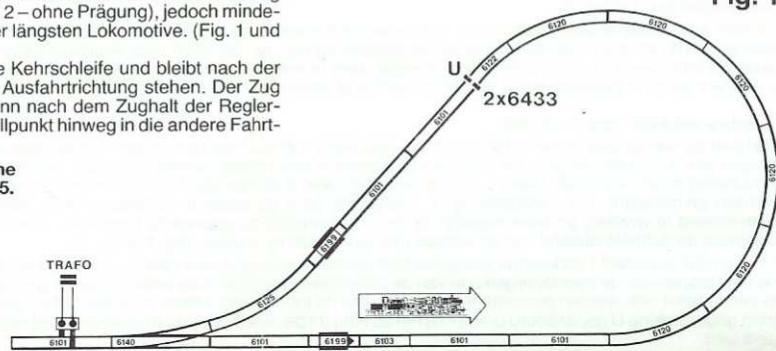
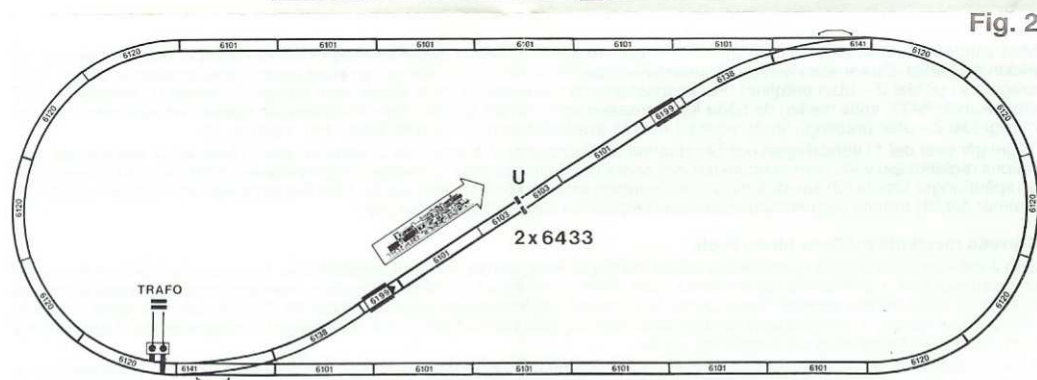

Fig. 1
Fig. 2
Die Funktionsgleise werden möglichst nahe an der Weiche eingebaut. Die Unterbrechung U, bestehend aus 2 Isolierschieneverbindern 6433, ist zwischen die beiden Funktionsgleisstücke zu setzen, und zwar möglichst nahe vor das in Ausfahrtrichtung befindliche Funktionsgleis (Teil 2 – ohne Prägung), jedoch mindestens im doppelten Abstand der längsten Lokomotive. (Fig. 1 und Fig. 2)
Using the reverse loop set 6199, it is possible to have reverse loops incorporated in Profi Track, without any extra wiring problems. It is only possible to run in one direction around the reverse loop, as the wiring of the operating tracks is pre-set for you. (Piece 1 – with raised white direction arrow / Piece 2 – without arrow). The two operating pieces of track should be inserted as near as possible to the points. The isolating break (U), consisting of 2 isolating rail joiners 6433, should be positioned closer to the second operating piece of track at the exit side of the loop (Piece 2 – without arrow), but at a minimum distance of at least double the longest locomotive. (Fig. 1 + 2).
Au moyen du Set 6199, il est possible de parcourir une boucle de retour sans obligation d'établir des cablagés électriques. Les boucles ne peuvent être parcourues que dans un seul sens. Celui-ci est indiqué sur les rails spéciaux (rail 1, avec flèche blanche / rail 2, sans indications). Les rails spéciaux doivent être incorporés le plus près possible des aiguillages. Le sectionnement U, composé de 2 éclisses isolantes 6433, doit être placé entre les 2 rails spéciaux et, si possible, assez près du rail spécial de sortie (rail 2, sans indications) en laissant toutefois entre eux une distance égale au double de la longueur de la locomotive la plus longue (fig. 1 et fig. 2).
Met behulp van de keerlus-set 6199 is het mogelijk een Profi-rail keerlus te rijden zonder daarvoor speciale elektrische bedradingen aan te moeten leggen. De keerlus kan slechts in een richting worden gereden, wat bepaald wordt door de elektrische schakeling in de funktierail. (Deel 1 met de witte pijl / deel 2 zonder pijl) De funktierails moeten zo dicht mogelijk bij de wissel worden gemonteerd. De onderbreking U, bestaande uit 2 geïsoleerde railassen 6433, dient tussen de beide funktierails gemonteerd te worden, zo dicht mogelijk bij de in de uitrijrichting geplaatste funktierail. (deel 2 zonder pijl) Men dient echter minstens de dubbele afstand van de langste lokomotief aan te houden. (fig. 1 en fig. 2)
Med vändslingseset 6199 är det möjligt att köra genom en vändslinga i systemet med PROFFS-skenan, utan att behöva dra elektriska kablar. Du kan köra genom vändslingsen endast i ena riktningen, som ges av kopplingen i funktionsskenan (del 1 – med präglad vit pil/del 2 – utan präglning). Funktionsskenorna monteras så nära växeln som möjligt. Avbrottet U, bestående av 2 plastskarvar 6433, sätts mellan de båda funktionsskenorna och det så nära den i körriktningen främsta funktionsskenan som möjligt (del 2 – utan präglning), likväl minst på dubbla avståndet som det längsta loket. (Fig. 1 och fig. 2).
Con il set-racchetta 6199 è possibile transitare sui binari Profi, senza connessioni elettriche. La racchetta è percorribile in un unico senso (part. 1 con freccia bianca incisa / part. 2 senza incisione). Quando è possibile, montare i binari funzionali vicino agli scambi. E' consigliabile inserire l'interruzione U, composta da 2 segmenti di rotaia isolata 6433, vicino allo spezzone di binario funzionale di uscita, e comunque ad almeno una distanza dallo stesso (part. 2 senza incisione), corrispondente al doppio della lunghezza della locomotiva più lunga (Fig. 1 e 2).